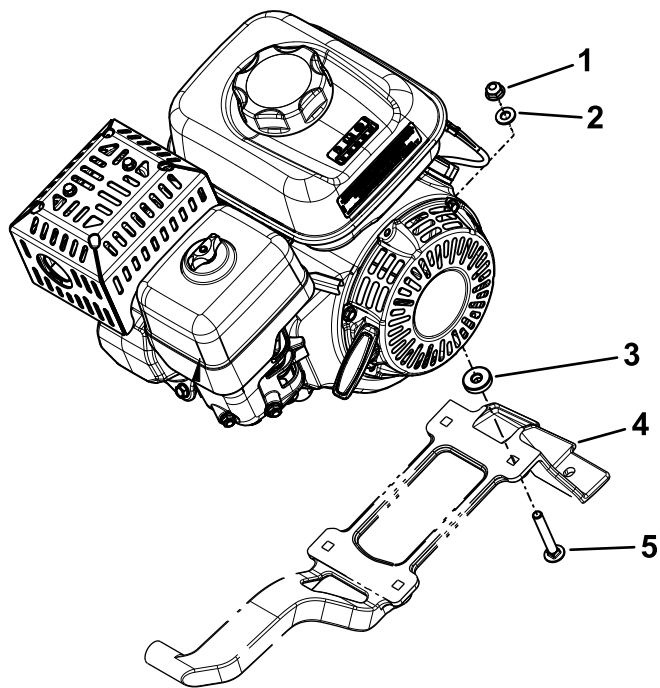

Figura 2
1. Utilize quatro parafusos, quatro anilhas e quatro porcas para prender o motor à base do motor (Figura 2).